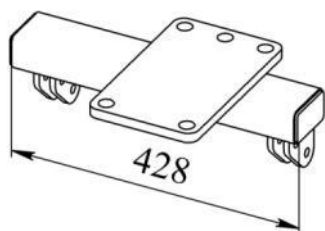

Рис. 4.7.2. Кронштейн центральной секции левый
4.7.3. На рис. 4.7.2-4.7.6 показаны основные виды кронштейнов. Кронштейн для шестизубой секции используется только в БГУ-20-Ш.